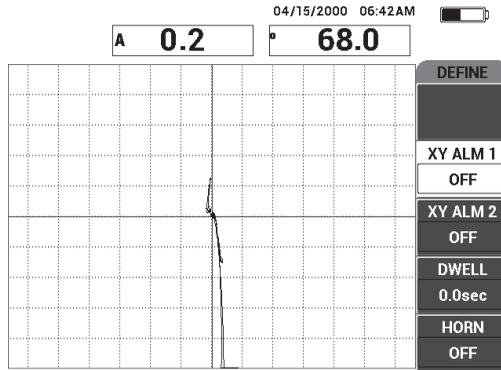

Figura 6-32 Escaneo sobre la pérdida de adherencia y el área reparada
6. Efectúe minuciosamente un escaneo sobre una pérdida de adherencia y un área reparada; después, pulse la tecla FREEZE (). Ver la Figura 6-32 en la página 160.